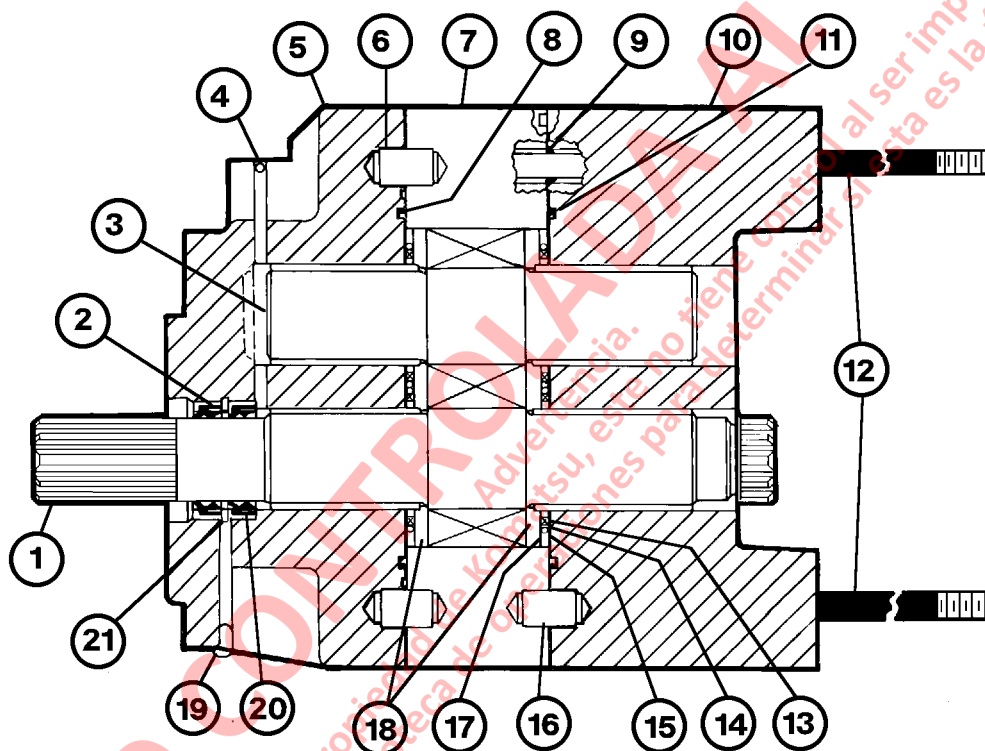

FIGURA 3-6. DESARME DE LA BOMBA DE ELEVACIÓN (sección delantera)
10. Retire la placa del rodamiento (10, Figura 3-6). Si la placa del conector está atascada, golpee ligeramente con un martillo plástico para soltar. Retire las juntas tóricas (9) y (11).
11. Retire el anillo de acero (13), el anillo de respaldo (14), junta tórica y retenedor (15) y la placa de aislamiento (17). Retire las espigas (16) si está dañado o si es necesario cambiar la placa del rodamiento (10).
12. Desatornille los espárragos pasantes (12) y sáquelos. Retire la brida (5). Si la brida está atascada, golpee ligeramente con un martillo plástico para soltar. Retire la junta tórica (8). Retire las espigas (6) si está dañado o si es necesario cambiar la brida (5) o la placa del engranaje (7).
13. Retire los anillos de acero, anillo de respaldo, junta tórica y retenedor. Retire el engranaje de mando (1) y el intermedio (3) de la placa de engranaje (7). Retire ambas placas de presión (18).